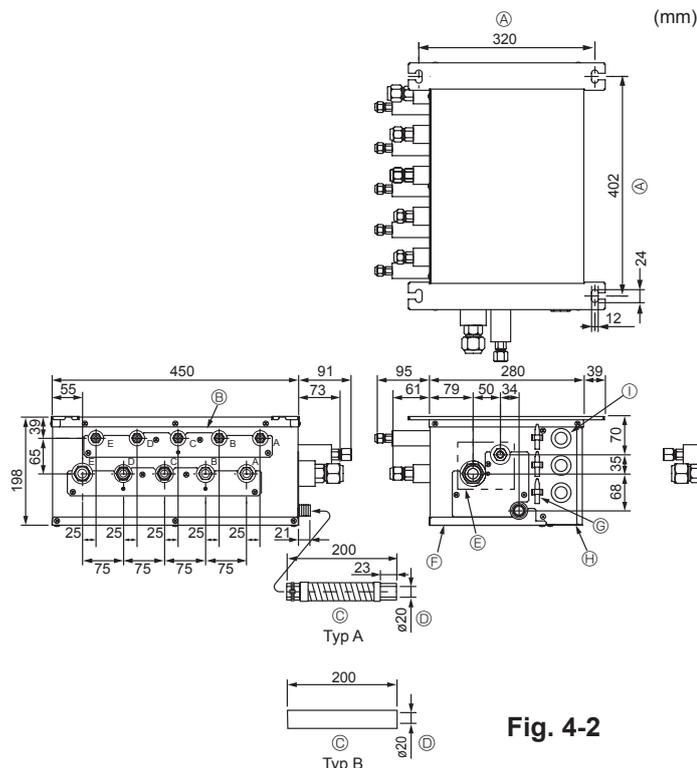

Fig. 4-2
■ PAC-AK51BC (Fig.4-2)
- (1) Installera upphängningsbultarna (införskaffas lokalt) med angivet mellanrum. (Fig. 4-2, 4-3)